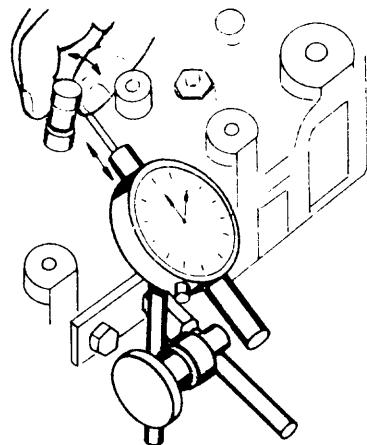

Fig. 2
- d Mida la holgura entre el vástago de la válvula y su guía (fig. 2).